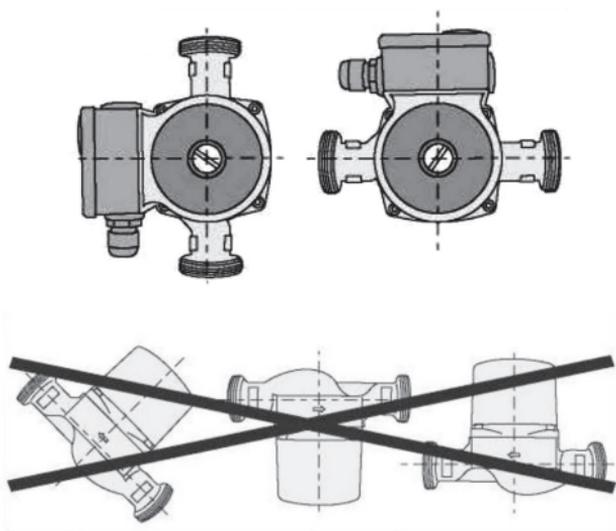

Рис.1
- вал двигателя насоса должен располагаться строго горизонтально (рис. 1);
Возможные положения клеммной коробки показаны на рис. 1.